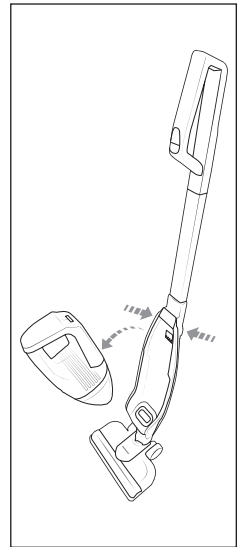

Fig. 4
- 3) Pour détacher la partie portable **2** du manche **11**, appuyez en même temps sur les deux touches de déverrouillage **13** (fig. 4).
- 4) Saisissez la partie portable **2** par la poignée **1** et tirez-la vers le haut/l'avant pour la sortir de la cavité pour partie portable **14** (fig. 4).